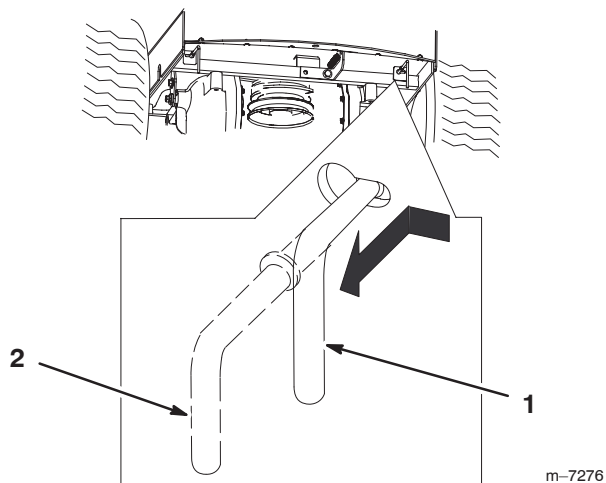

Figure 14
3. Déplacez les deux leviers de dérivation vers l'intérieur et poussez-les jusqu'à ce que la rondelle de la tige passe dans la fente (Fig. 14).
4. Poussez les leviers vers l'extérieur pour les bloquer en position (Fig. 14).
Déplacez chaque levier de dérivation vers l'intérieur puis tirez-les en arrière pour les sortir entièrement de la fente (Fig. 14).